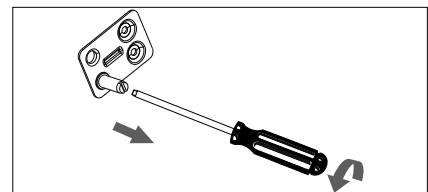

Abb. 6
- ▶ Entfernen Sie den Scharnierzapfen mit einem Schlitzschraubendreher (Abb. 6).